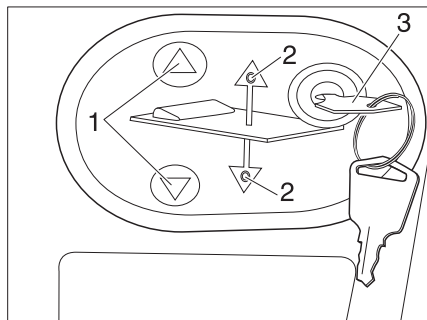

Bild 162 Manöverpanel för elektrisk höjbar säng
- Sätt in nyckeln (Bild 162,3) i manöverpanelen (Bild 162,2).
- Tryck på knappen  eller  (Bild 162,1) och håll den intryckt. Motsvarande LED (Bild 162,2) lyser och den höjbara sängen sänks eller höjs.
- När önskad position är nådd, släpp knappen  eller  (Bild 162,1) igen. Motsvarande LED (Bild 162,2) slocknar.
- Dra ut nyckeln (Bild 162,3).